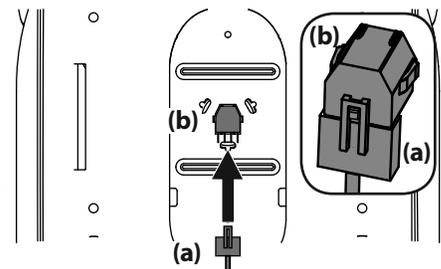

Figura 7
3. Si es necesario, conecte el arnés de cables del interruptor del asiento (a) al interruptor del asiento (b). Consulte la Figura 7. Sujete el cable sobrante alejado de los puntos de apriete antes de continuar.